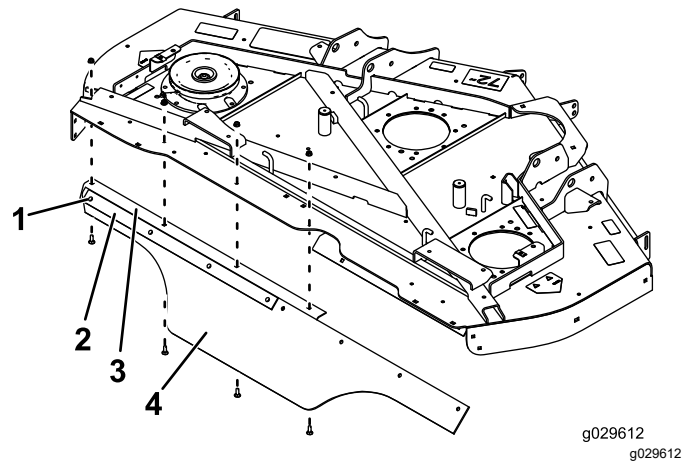

Figure 10
3. Fixez légèrement une barrette de support et l'extrémité gauche (oblique) du déflecteur sur l'angle arrière à l'aide de 4 boulons de carrosserie (5/16 x 7/4 po) et 4 écrous (5/16 po), comme montré à la Figure 10.
4. Fixez l'angle arrière avec le déflecteur sur le plateau de coupe à l'aide de 4 boulons de carrosserie (5/16 x 7/8 po) et 4 écrous (5/16 po), comme montré à la Figure 10.